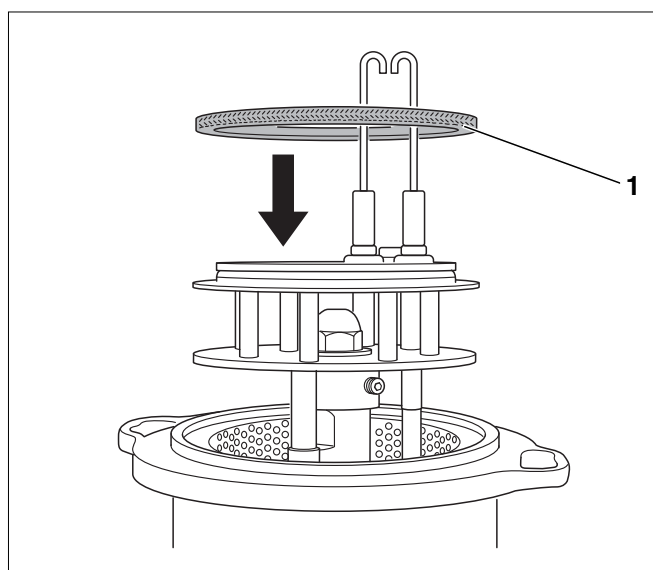

Fig. 53 Colocación de la junta en los modelos de quemador 55 hasta 68
- En los modelos de quemador de 55 a 68 se coloca la junta en un principio en el sistema de mezcla (fig. 53, **pos. 1**).